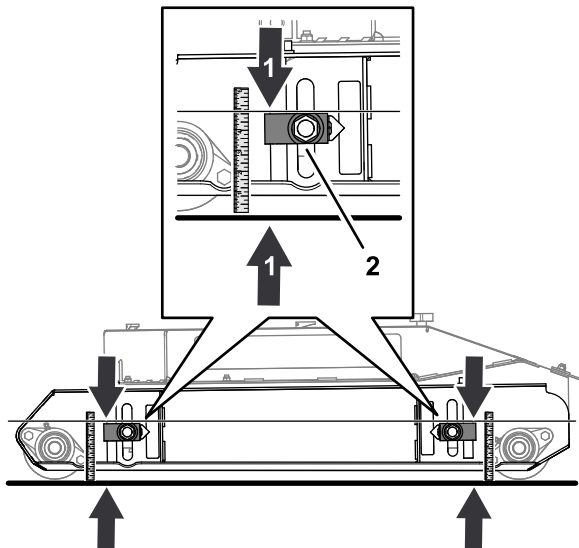

Figura 73
1. Afloje la tuerca que fija el bloque ajustador de la altura de corte (Figura 73).
desde la parte superior del bloque del ajustador hasta el suelo (Figura 73).